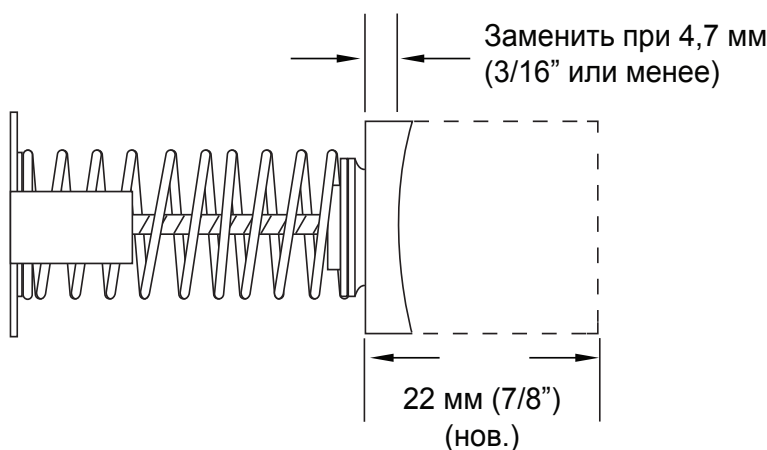

Рис. 8.
2. См. рис. 8. Замена производится в случае размеров щеток, равных или менее 4,7 мм.